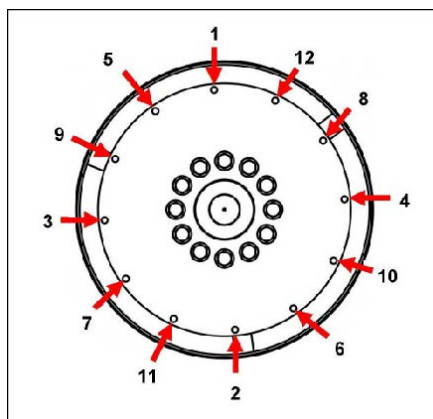

图 20. 固定顺序
10. 拆下校准销。使用头下方的大尺寸垫圈，安装耦合螺栓。拧紧螺栓以将耦合盘固定到飞轮上，如图 20 在第 xx 页 37 所示。